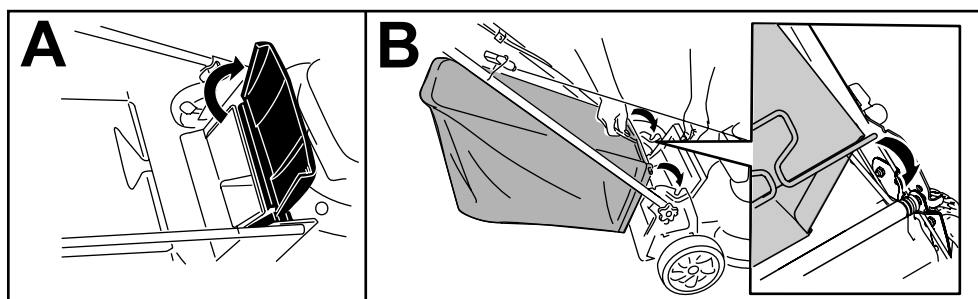

Figure 16
1. Soulevez le déflecteur arrière et gardez-le dans cette position (A de la Figure 16).
2. Montez le bac à herbe en veillant à placer les ergots dans les crans du guidon (B de la Figure 16).